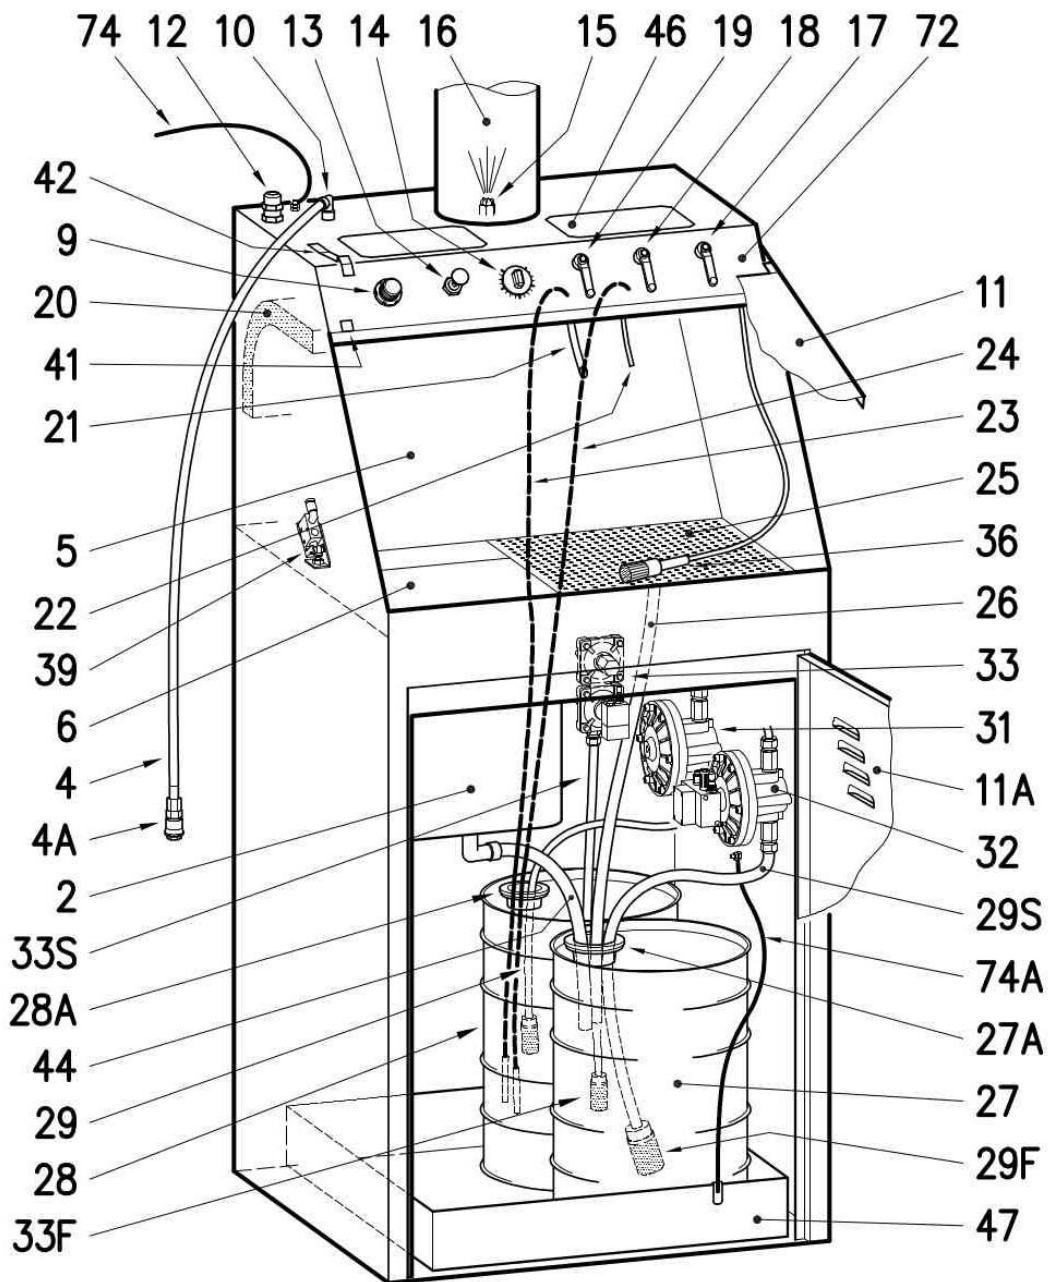

Abbildung 1
Das pneumatische betriebene Waschgerät besteht aus einem Edelstahlbehälter (Abb. 1) mit folgenden Bauteilen und Funktionen:
Automatischer Waschgang mit 2 Membranpumpen (Abb. 1/32-37), ein manuelles Waschen mit Pinsel (Abb. 1/36) durch eine Membranpumpe (Abb. 1/31), eine manuelles Waschen mit Venturipumpe (Abb. 1/21), Zerstäuber (Abb. 1/22), Lochblech (Abb. 1/6C) zum Ablegen und Abtropfen der Spritzpistolen, sowie Gerätesteuerung oben an der Vorderseite. Das Waschgerät ist mit Schläuchen (Abb. 1/23-24-26-29-29S-48) ausgestattet, mit denen die verschiedenen Flüssigkeiten aus den Behältern unter dem Gerät angesaugt oder in diese abgeleitet werden. Wenn die innere Klappe (Abb. 1/5C) geschlossen ist, funktionieren die Membranpumpen (Abb. 1/32-37) für den automatischen Waschgang. Wenn die obere Klappe (Abb. 1/11) offen ist, erfolgt die Absaugung der Dämpfe und Nebel der im Gerät versprühten Lösungsmittel über den Venturieffekt der Düse (Abb. 1/15) in das Abzugsrohr (Abb. 1/16) und die Venturipumpe (Abb. 1/21) und der Zerstäuber (Abb. 1/22) und die Membranpumpe mit dem Pinsel (Abb. 1/36) funktionieren.
Am Eingang vom Abzugsrohr (Abb. 1/16) kann ein Aktivkohlefilter (Optional) zum Ausfiltern von Schadstoffen eingebaut werden.
- Einschalten der Venturi-Pumpe für sauberes Lösungsmittel (Abb. 1/19);
- Einschalten vom Zerstäuber (Abb. 1/18);
- Einschalten der Waschpinsel (Abb. 1/13);
- Einstellen der automatischen Waschzeit am Timer (Abb. 1/14);
- Einschalten der Pumpe für Klarspülung (Abb. 1/33);
Beschreibung WASHGERÄT (siehe Abbildung 1)